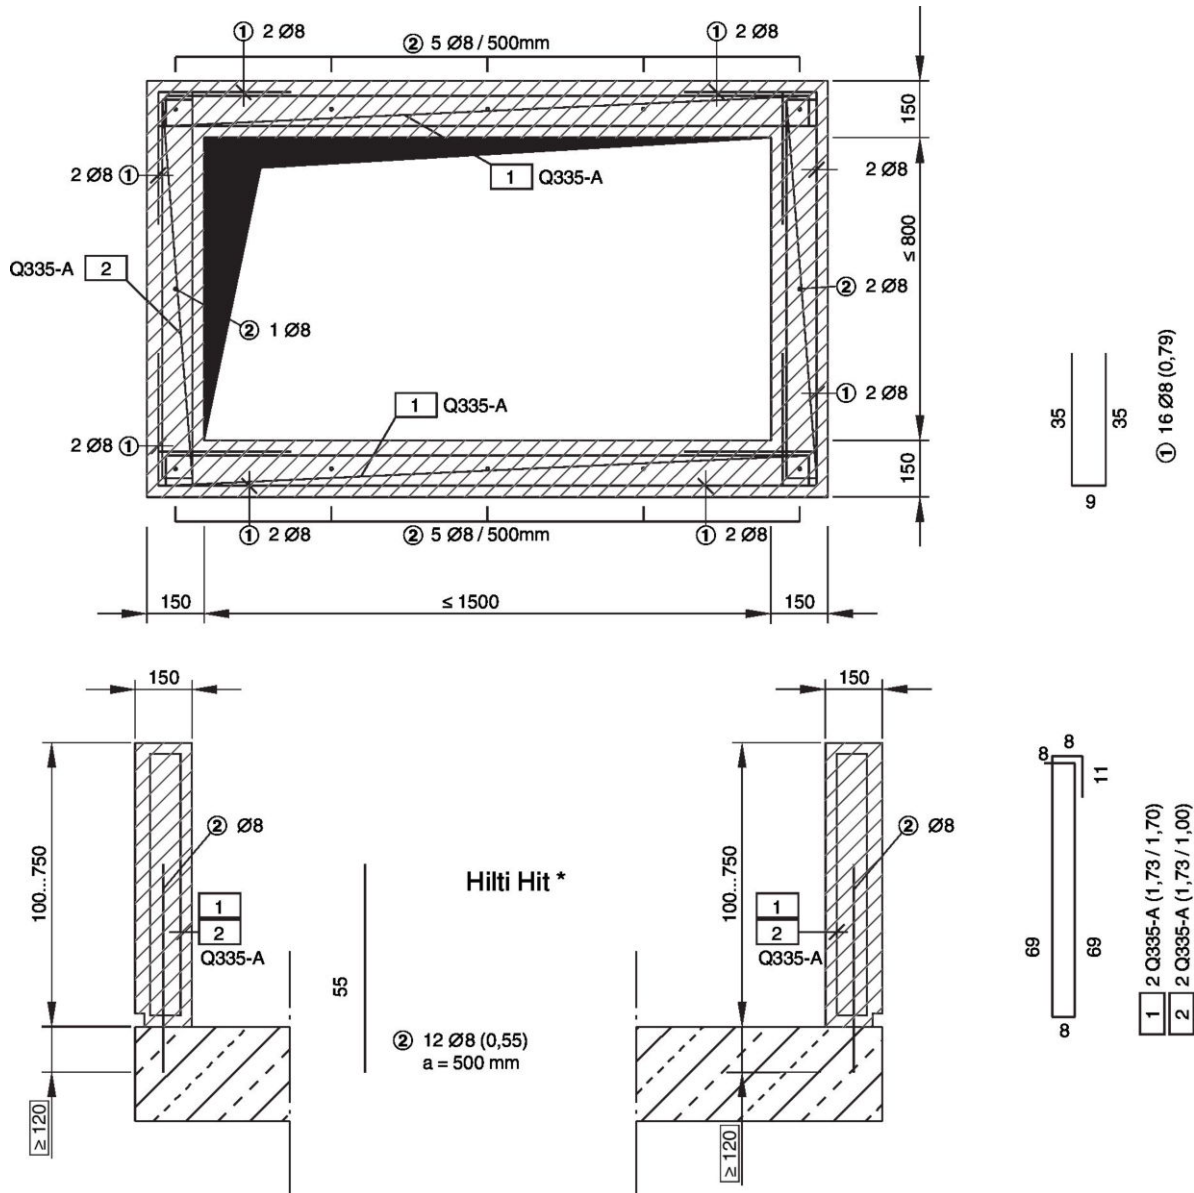

Abb. 42: Bewehrungsplan Betonsockel, Höhe 100 - 750 mm
| 2.3 | Betonsockel mit Bewehrung, Details siehe Abb. 42 | A | Einbauseite |
2. ▶ Betonsockel entsprechend Bewehrungsplan, siehe Abb. 42 (oder gleichwertig, z.B. mit Baustahlmatten), herstellen.